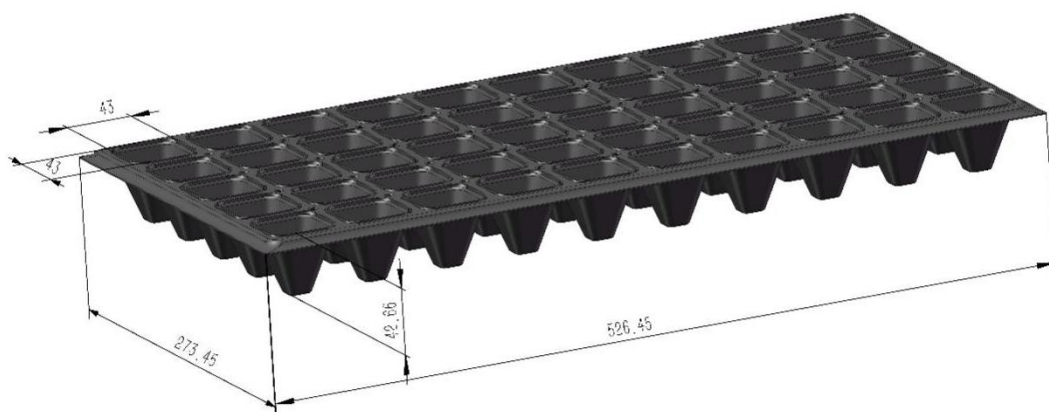

图 3 苗盘 (mm)
(1)在比赛开始时,育苗盘放置在垫高(长 700mm,宽 500mm,高 200mm) 上,幼苗默认在苗盘内摆放(共 20 株绿苗、10 株枯苗,随机摆放在苗盘中),育苗 盘材质为硬塑料,尺寸如图 3 所示;。